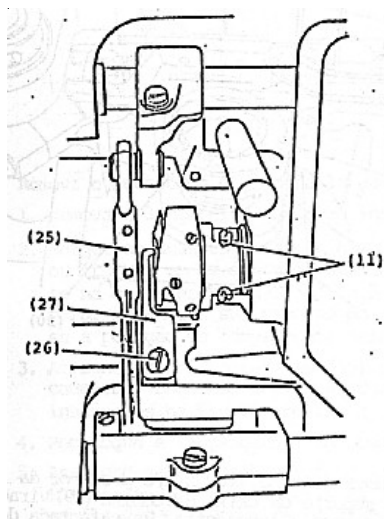

Fig. 16
Remova a agulha, a chapa corrediça, a chapa da agulha e a caixa da bobina. Remova o parafuso (26), Fig.16 e a braçadeira (27), Fig. 16 da lançadeira e gire a polia da máquina em direção à operadora até que o suporte do dente seja levado ao seu ponto mais alto.